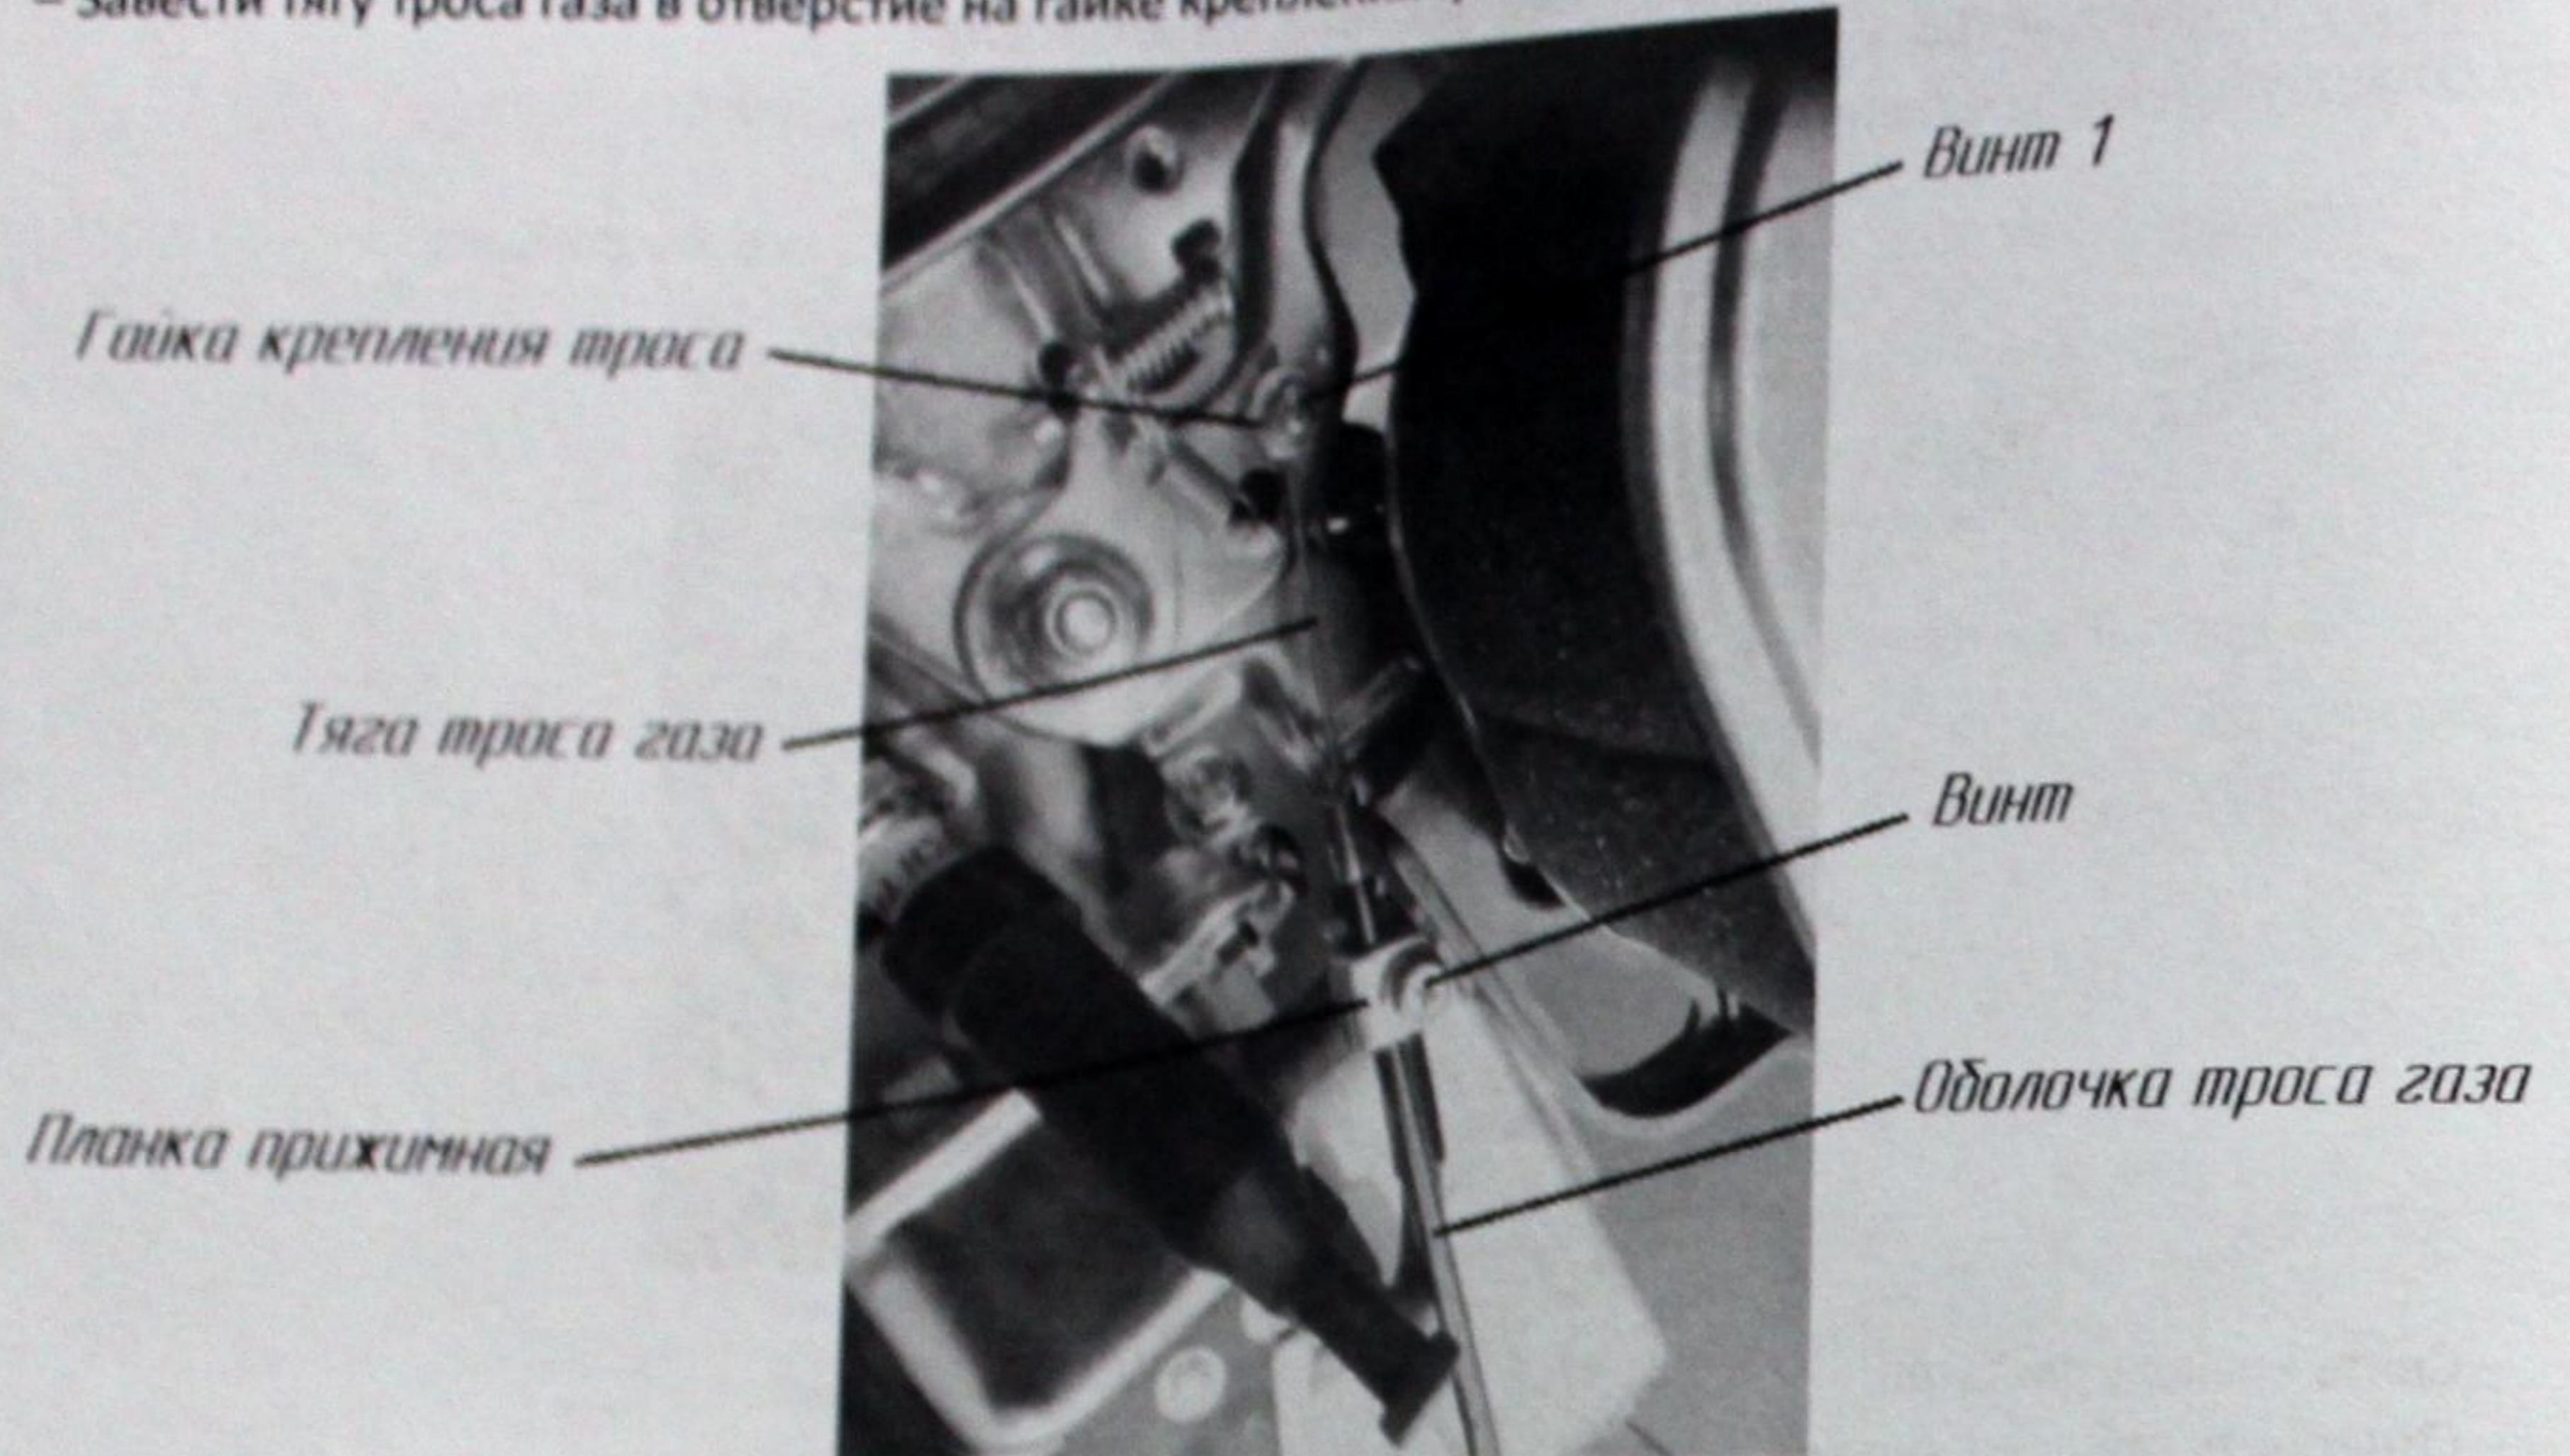

Рис. 4
Строповку мотоблока производите согласно прилагаемой схеме (рис.4).
- Ослабить винт на прижимной планке и на гайке крепления троса (см. рис.4);
- Завести тягу троса газа в отверстие на гайке крепления троса (см. рис.4; и схему из РЭ мотоблока);